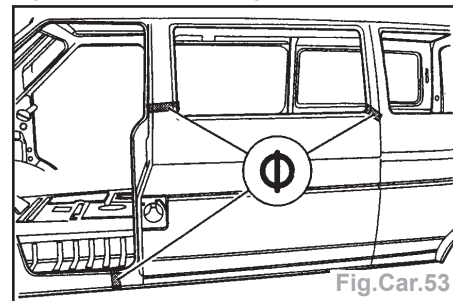

Fig.Car.53
- Effectuer la soudure en bord à bord des lignes de coupe par point sur point sous gaz de protection (Fig.Car.53).